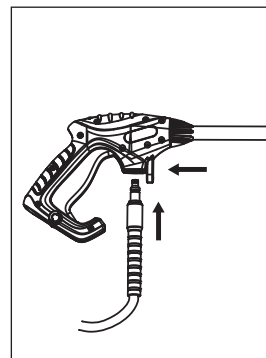

Figure 8 - Fixer le tuyau à haute pression au pistolet
6. Fixer le tuyau à haute pression au pistolet (voir la figure 8).
12. Appuyer sur le bouton de raccord facile tout en insérant le raccord de branchement rapide (voir les figures 8, 9 et 11).